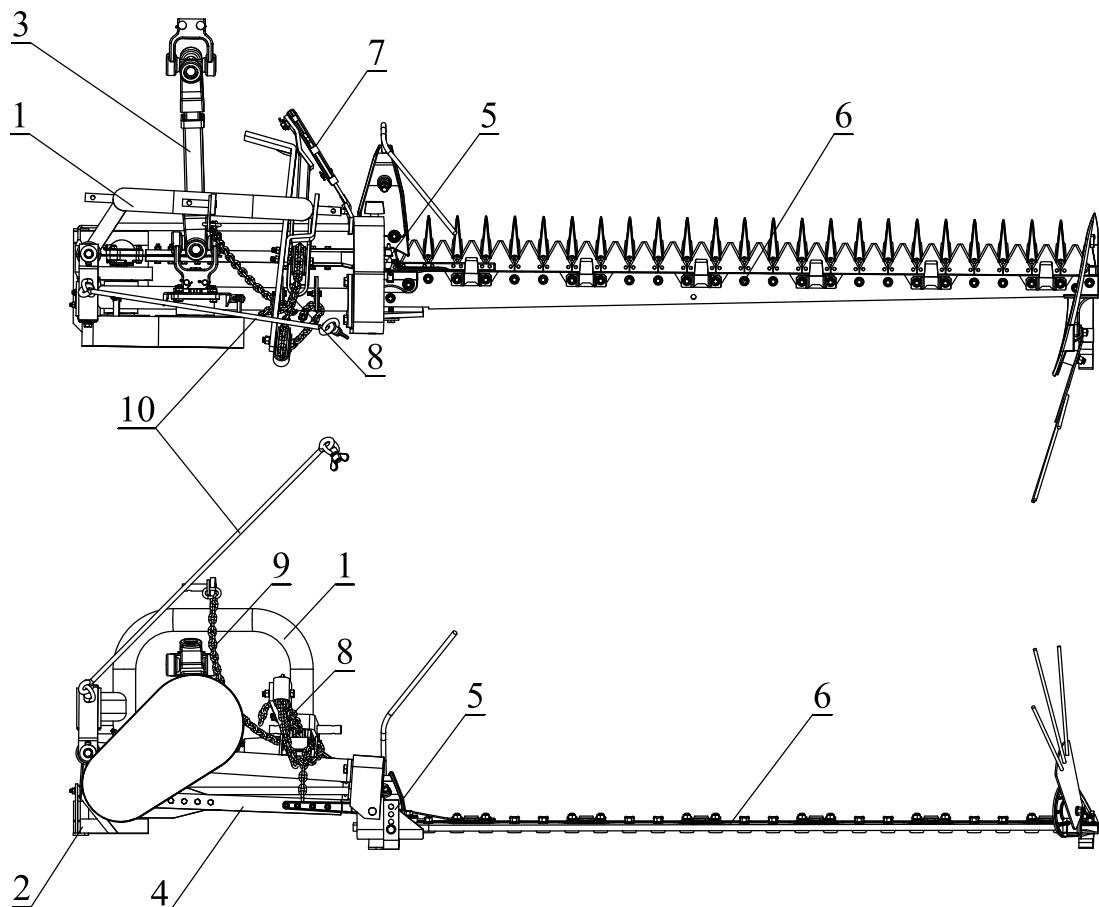
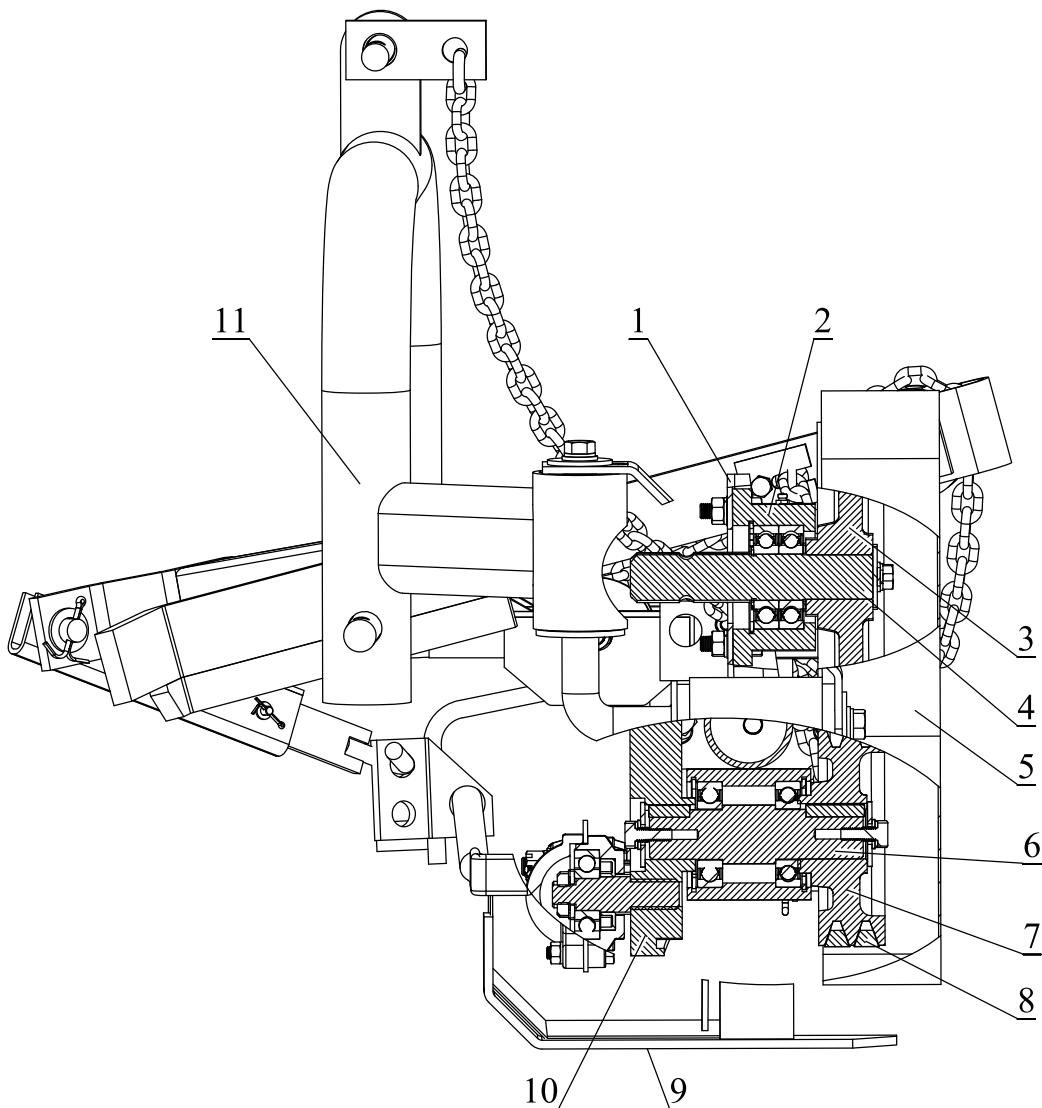

Рис. 1. Общий вид косилки.
Рис. 2. Рама с приводом.
Косилка СКАУТ 9G (рис. 1) состоит из рамы с приводом (1), режущего аппарата (6), цепи и механизма подъема (8), цепи рабочего положения (9), тяговой штанги (7), шатуна (4), карданной передачи (3), защиты эксцентрика (2), распорки (7) и транспортного прута (10).
Рама с приводом (рис. 2) предназначена для присоединения косилки к навесному устройству трактора и преобразования вращательного движения вала приема мощности в возвратно-поступательное движение шатуна.
Вращательное движение от ведущего шкива (3) через клиновые ремни (8) передается ведомым шкивом (7) на ведомый вал (6). На передней части вала (6) установлен эксцентрик (10), предназначенный для преобразования вращательного движения вала в возвратно-поступательное движение шатуна (рис. 1, поз. 4) и уравновешивания, возникающих от массы шатуна и ножа инерционных сил. Натяжение ременной передачи осуществляется смещением втулки вала приема мощности (2) в прорезях кронштейна (рис. 2, поз. 1). Ременная передача закрыта кожухом (5) закрепленным на раме болтами.
При переездах режущий аппарат фиксируется в поднятом положении транспортным прутом (9) (рис. 1).
Механизм подъема (рис. 1) режущего аппарата состоит из системы рычагов и цепей. Отрегулируйте цепь рабочего положения (9) таким образом, чтобы добиться оптимального угла между шатуном и режущим аппаратом.
Тяговая штанга (рис. 1, поз. 7) служит для соединения режущего аппарата с рамой косилки. Тяговая штанга может быть установлена в двух положениях, изменяя тем самым угол атаки ножей.